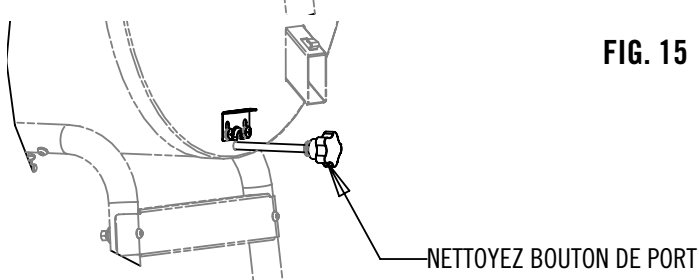

FIG. 15
2. Soulever le système de blocage de la tige et tirer le bouton de la tige de nettoyage pour vider les cendres dans le récipient prévu à cet effet. Voir la Fig. 15.